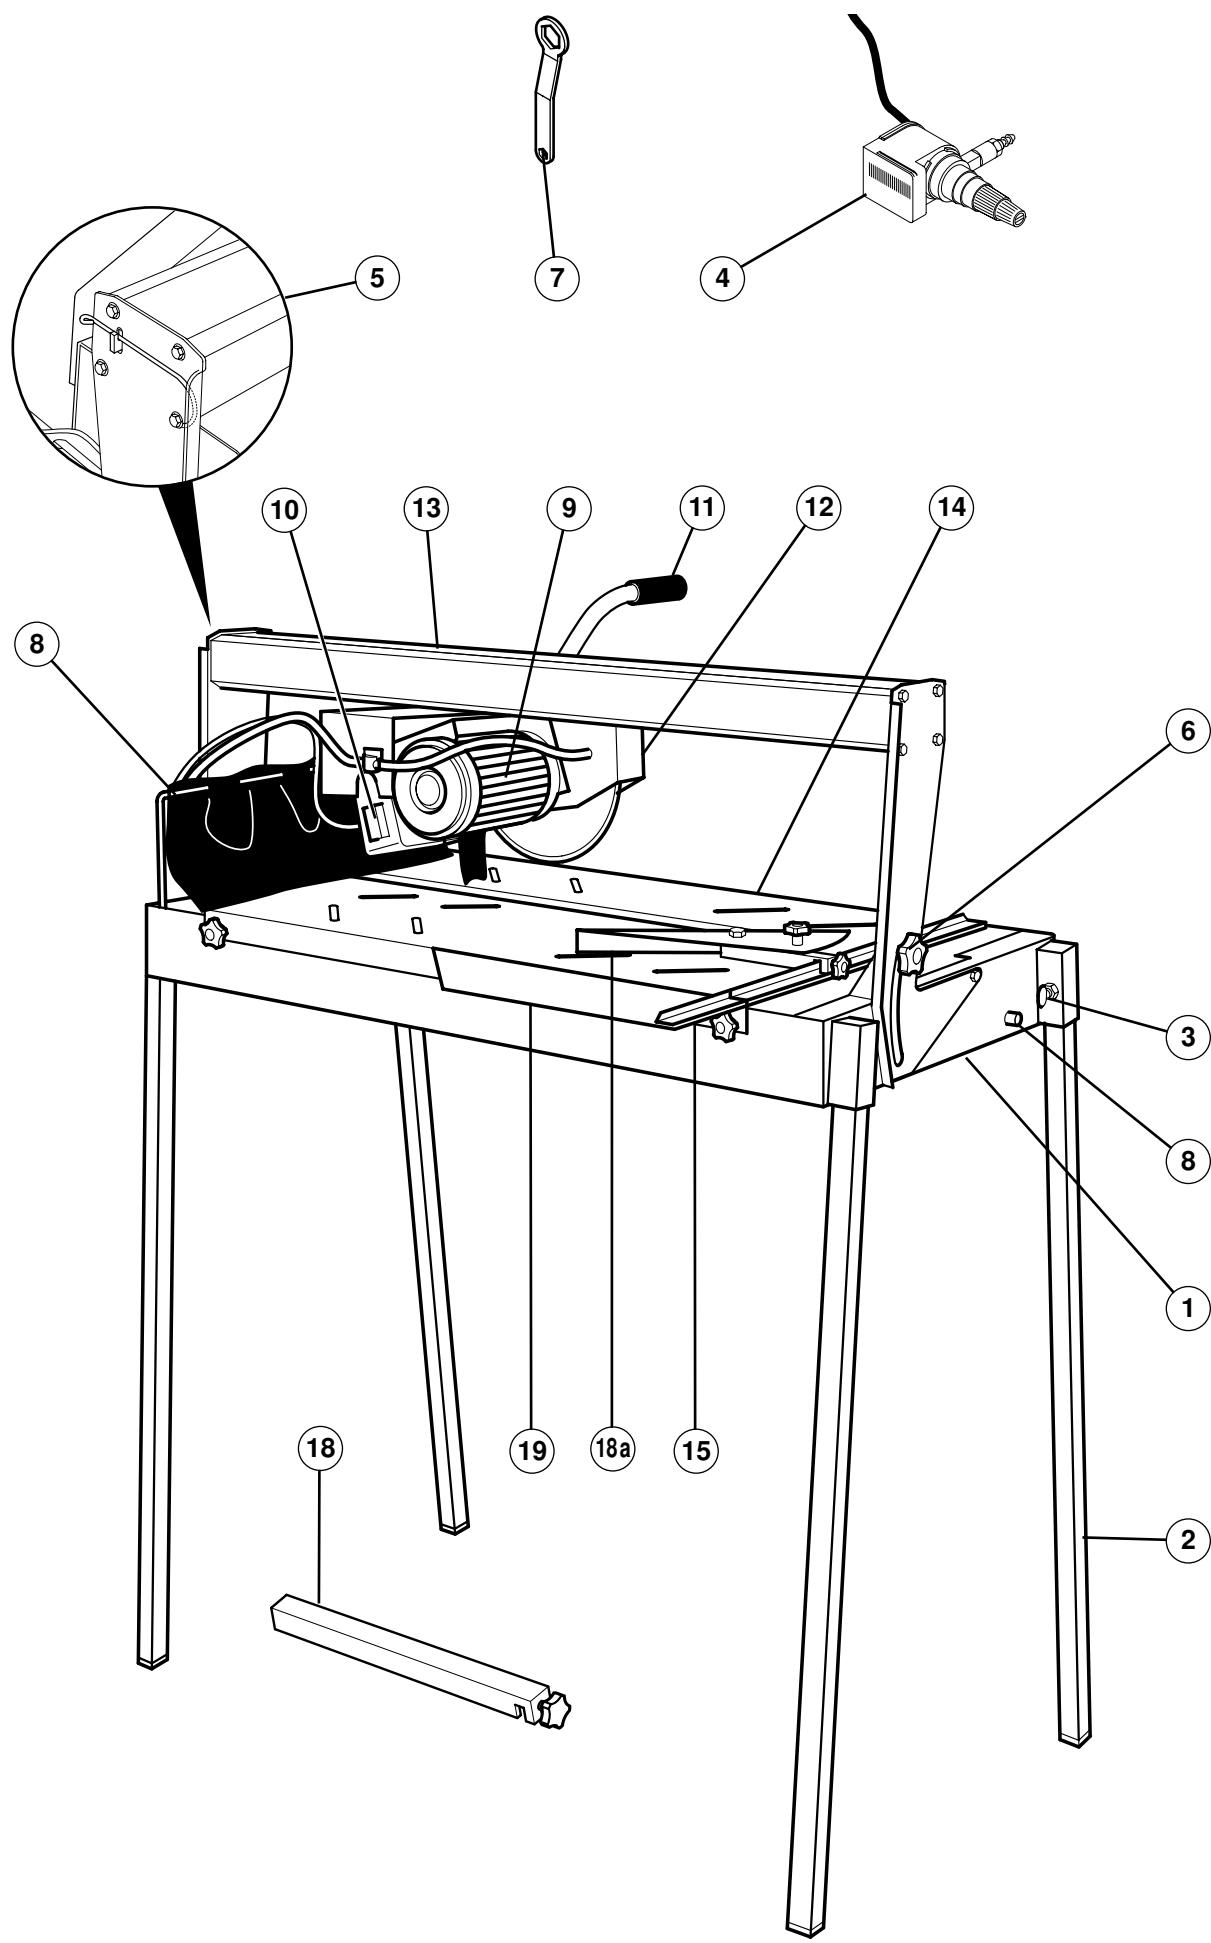
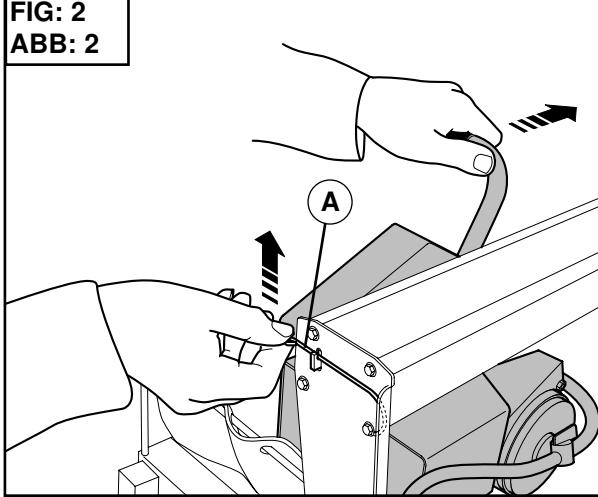

FIG: 2
FIG: 3
- Используя зажим (A), блокируйте головку в задней части машины [рис. 2]
- ослабьте 4 гайки с накаткой (B) передних опор, и выньте их из корпуса.
- повторите те же самую процедуру для задних опор - [рис. 3].